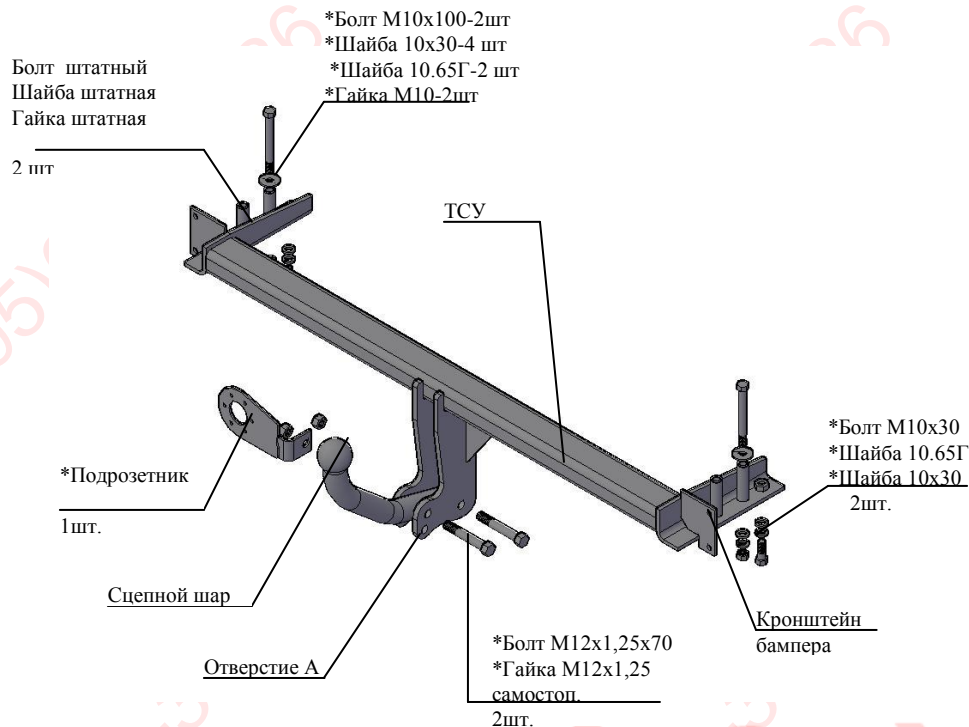

Рис.1 Тягово-сцепное устройство 9422
2.1 ТСУ 9422 в сборе (рис.1)	1 шт.
2.2 Пакет с комплектующими (см. рис.1)	1 шт.